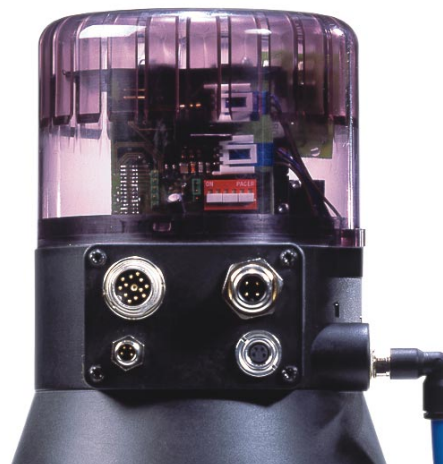

Bild 3.2: Elektrische Schnittstellen
- **Elektrische Schnittstellen (Bild 3.2):**